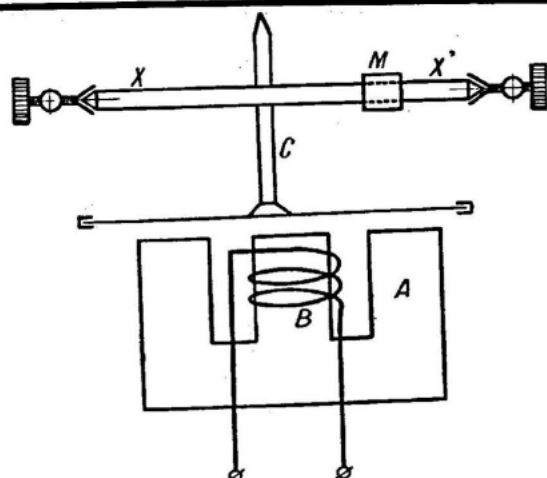

Fig. 6. — Le « moteur » d'un oscillographe électromagnétique. La tige C transmet le mouvement de la membrane au miroir M.
Entre cet appareil et le précédent il existe la même analogie qu'entre haut-parleur dynamique et magnétique. L'organe moteur n'est ici autre chose que la membrane d'un téléphone, mue par la tension musicale à visualiser. La réalisation élaborée par l'auteur est assez rustique et se recommande par sa construction facile. La figure 6, qui représente l'appareil schématisé et vu en coupe, montre l'aimant permanent A, excité par la bobine B. Sur la membrane se trouve soudé un vulgaire clou en fer de 2, 5 mm (C). Ce clou est en contact avec un axe XX, en acier de 2 mm de diamètre, se terminant par deux pointes logées dans des crapaudines à saphir réglables, à très faible frottement. Sur cet axe est collé le miroir M. Faute d'en trouver dans le commerce, force nous fut de le réaliser nous-même. Ce n'était pas une mince affaire, mais enfin nous avons réussi à argenter un verre couvre-objet de la lame pour microscope, faisant à peu près 0,8 cm, avec une épaisseur de 3/10 mm environ, qui convenait très bien.